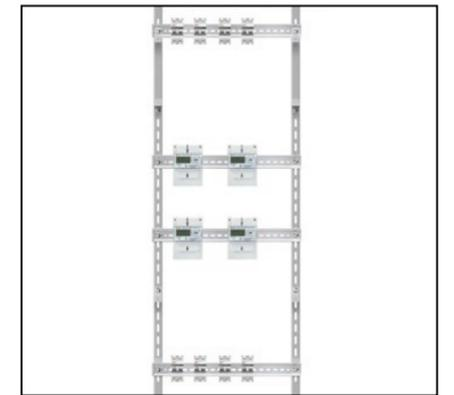

Рис. 50
1.3 Установите счетчики и необходимую модульную автоматику на DIN-рейки и выполните внутренние электрические соединения электроаппаратуры в соответствии с Рис. 50.